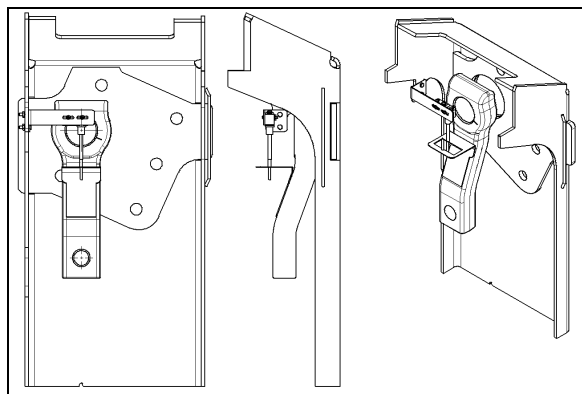

FIGURE 21: RÉGLAGE DE L'INTERRUPTEUR DE DÉLESTAGE D'ESSIEU AUXILIAIRE
2. Aligner le levier de l'interrupteur sur la référence du centre de support (se reporter à la Figure 21).